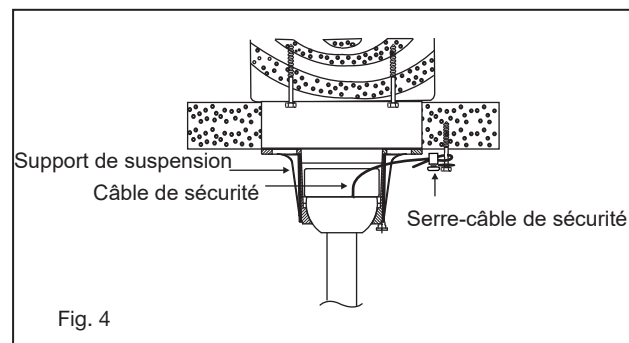

Fig. 4
- 9 Levante la bola / varilla / ventilador en la abertura del soporte de suspensión. **NOTA:** La lengüeta opuesta a la abertura del soporte del colgador debe encajar en la ranura de la bola. (Fig. 4)
Fixez le tire-fond et la rondelle plate à la solive du plafond. Fixez le câble de sécurité au tire-fond. Faites glisser le serre-câble sur le câble de sécurité (du ventilateur). Placez l'extrémité du câble à travers le tire-fond. Tirez autant de câble que possible sur le tire-fond. Introduisez l'extrémité du câble dans le trou de serrage et serrez fermement la vis (Fig.4). Coupez l'excédent de câble de sécurité.
Un flux d'air VERS LE HAUT déplace l'air plus chaud de la zone du plafond, comme illustré à la figure 4. Cela vous permet de régler votre unité de chauffage sur un réglage plus frais sans affecter votre confort.